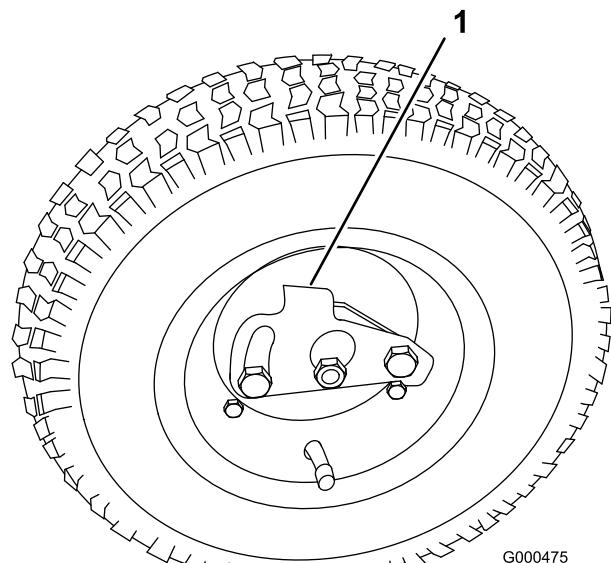

Figura 7
5. Deslize a roda para o eixo (Figura 7).
6. Incline o dispositivo de bloqueio da roda para fora do centro da roda permitindo que se afaste do eixo (Figura 7).